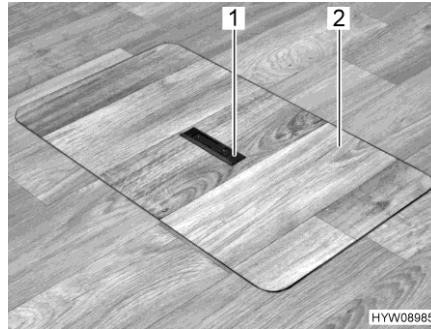
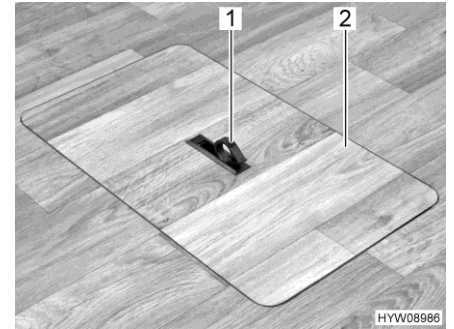

Bild 59 Abdeckung Bodenstaufach
Bild 60 Abdeckung Bodenstaufach
- Auf einer Seite Griffplatte (Bild 59,1) nach unten drücken. Der Griff (Bild 60,1) schwenkt nach oben.
- Abdeckung (Bild 60,2) nach oben abnehmen.
- Abdeckung (Bild 60,2) in den Rahmen im Boden einsetzen.